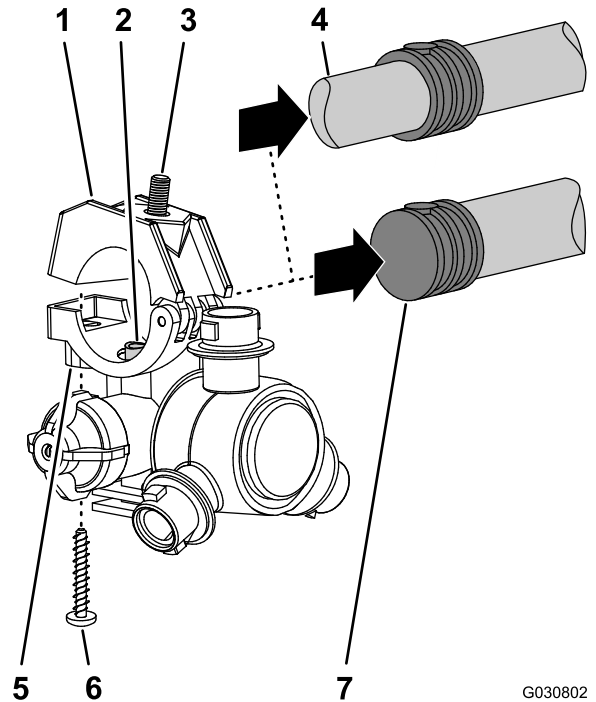

Bild 70
8. Arbeiten Sie mit den 12 Sprühdüsen, die Sie von den äußeren und mittleren Auslegerabschnitten entfernt haben, und nehmen Sie die Edelstahlschrauben (Nr. 12 x 1-1/4") ab, mit der die oberen Klemmenhälften und der gezahnte Einzelschlauch- oder Doppelschlauchschaft (3/4") am Gehäuse jeder Sprühdüse befestigt sind; nehmen Sie die gezahnten Schlauchschafte ab (**Bild 70**).